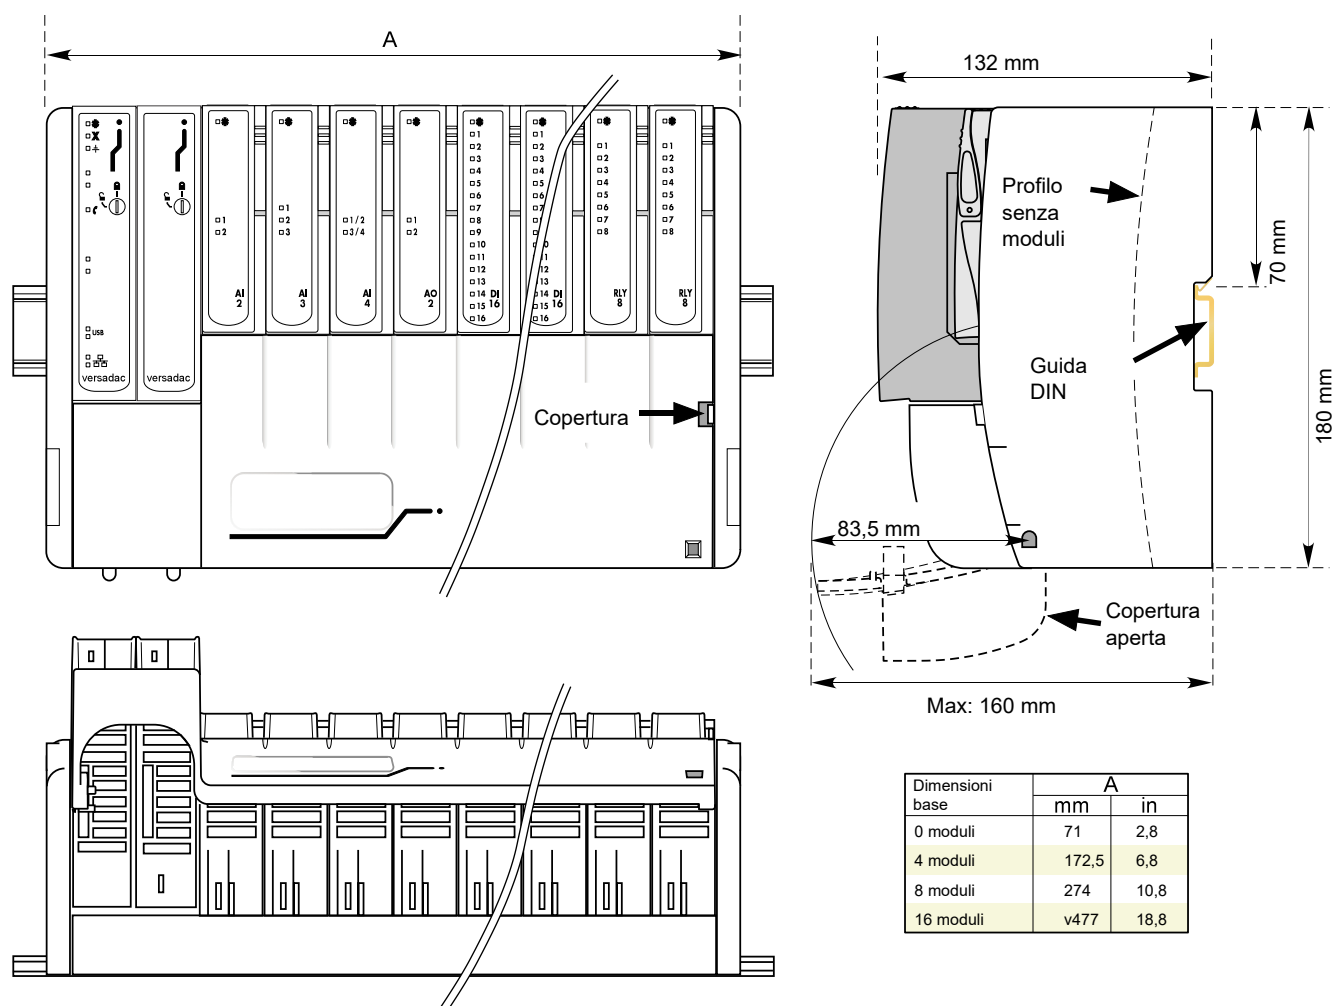
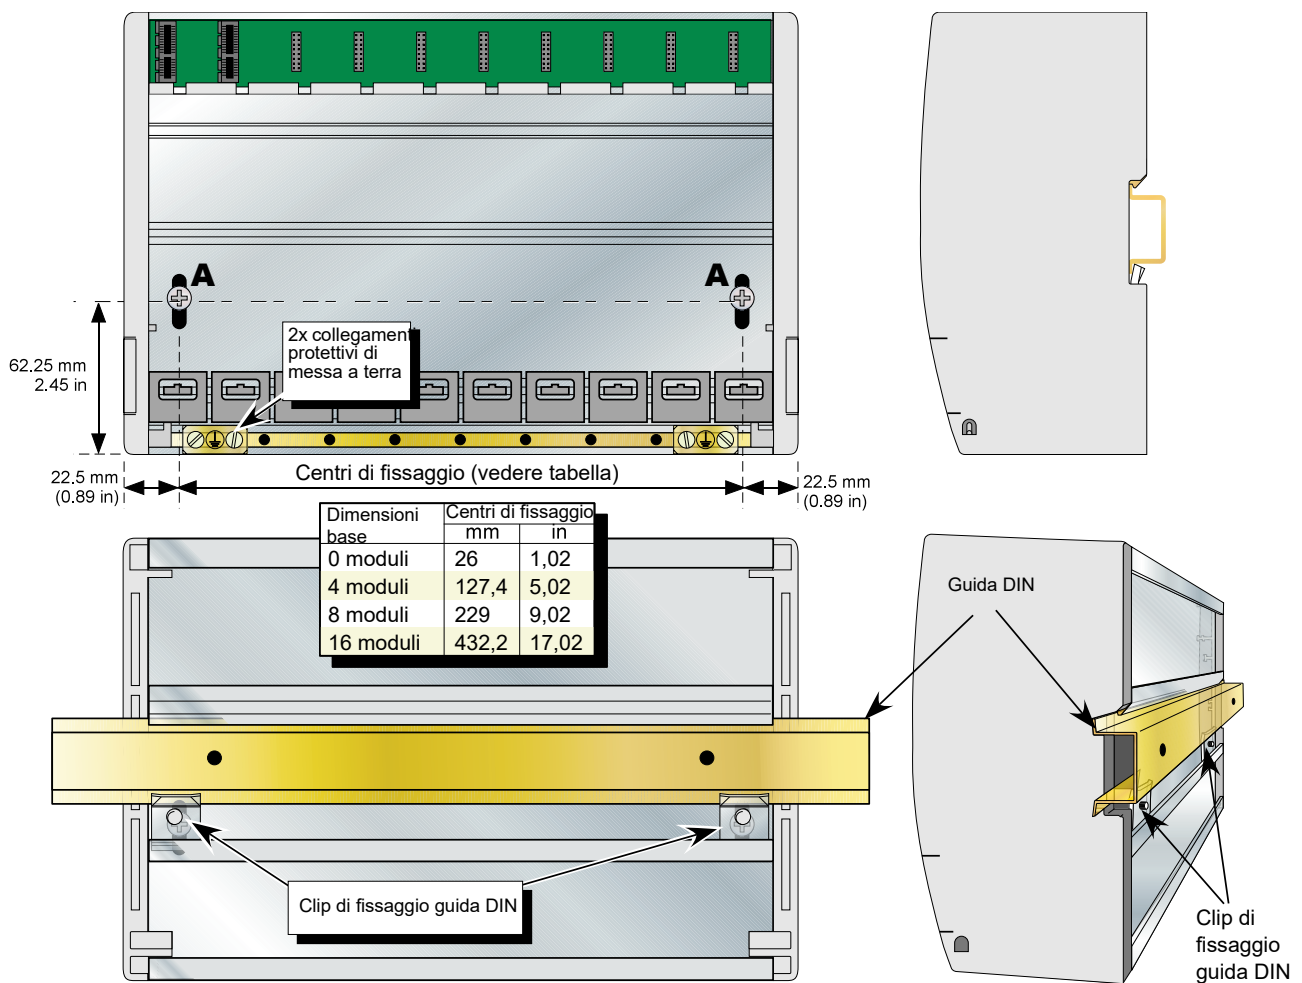
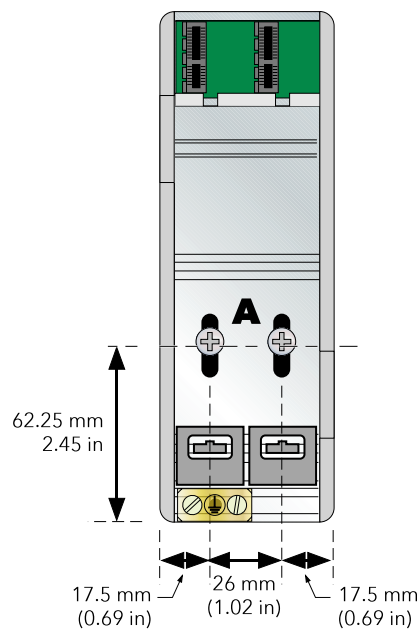

Figura 1 Dimensioni complessive
Figura 2 Informazioni per il fissaggio
Figura 3 Dati di base senza modulo
Nella Figura 1 sono indicate le dimensioni; nella Figura 2 sono riportate informazioni sul fissaggio.
2. Allentare le viti (A nella Figura 2 e nella Figura 3) sull'unità di base di due o tre giri e lasciarle scivolare insieme alle relative clip di fissaggio sul fondo dello slot di avvvitamento.
3. Abbassare l'unità di base sulla guida DIN in modo tale che il bordo superiore della guida si inserisca nella slot sul lato inferiore della barra di supporto (vedere Figura 2 e Figura 3).
4. Far scorrere le viti (A) con le clip associate il più possibile verso la sommità degli slot di avvvitamento, accertandosi che la parte alta di ciascuna clip di fissaggio si trovi dietro al bordo inferiore della guida DIN.
1. Togliere le viti (A nella Figura 2 e nella Figura 3) e le relative clip di fissaggio.
Nella Figura 2 sopra e nel relativo testo sono riportati i dati sulla messa a terra di protezione.